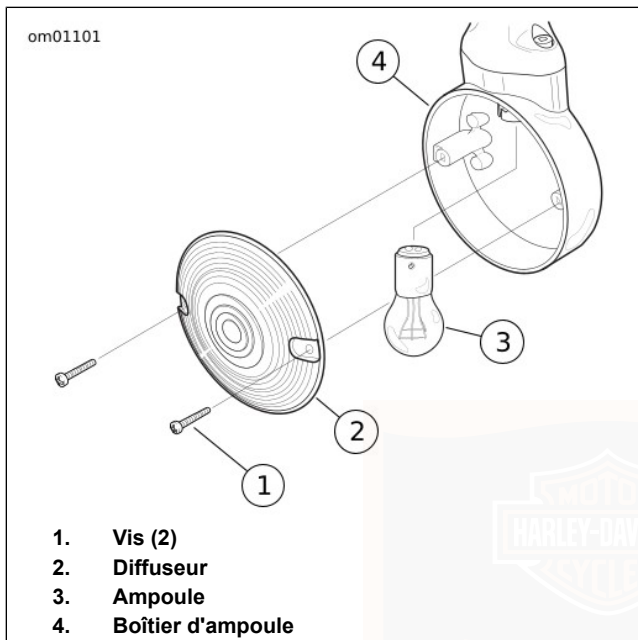

Figure 80. Ensemble de feu de direction : Diffuseur de style plat
1. Voir Figure 80. Retirer deux vis pour détacher le diffuseur du boîtier d'ampoule.